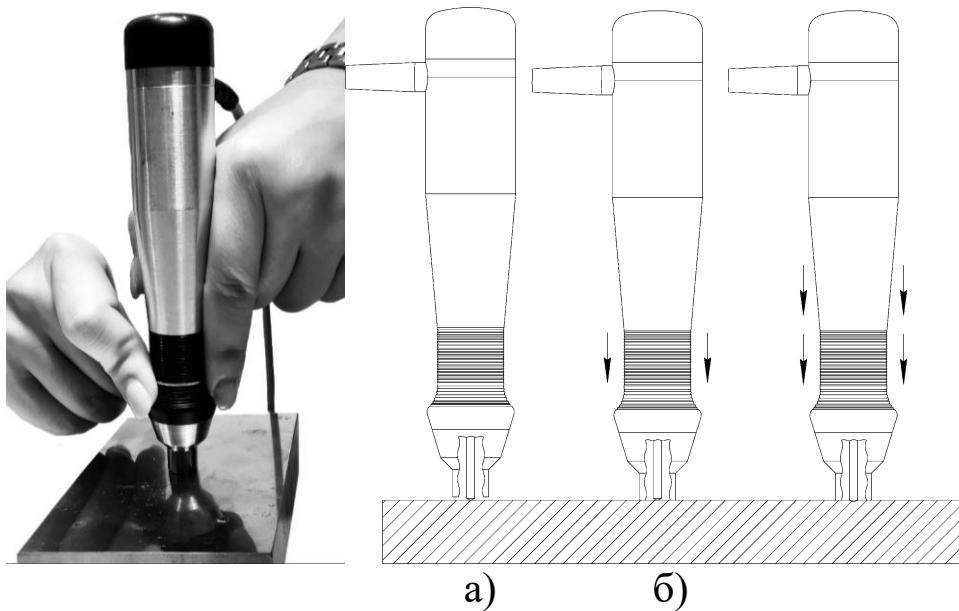

Рисунок 12. Проведение измерений преобразователями U-10N и U-50N
4.3.1 Поднести алмазный наконечник индентора в необходимую точку объекта измерения (рис. 12, а). Нажимая с усилием F (более 1 кг. для преобразователя U-10N, более 5 кг. для преобразователя U-50N) на упорную юбку двумя руками плавно (примерно за 0,5 секунды) вдавить индентор в поверхность объекта измерения до упора (рис. 10, б), не допуская покачивания. При использовании преобразователя с насадкой опорная поверхность насадки должна упереться в поверхность объекта измерения.